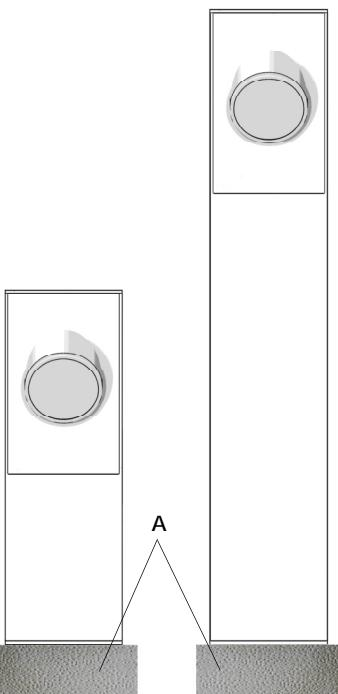

Fig.1
N.B.: L'appareil doit être installé sur une base en béton A (fig.1). Ne pas positionner la base dans des zones soumises à la stagnation d'eau.
N.B.: The fixture must be installed on a concrete base A (fig.1). Do not place the base in areas subject to water stagnation.